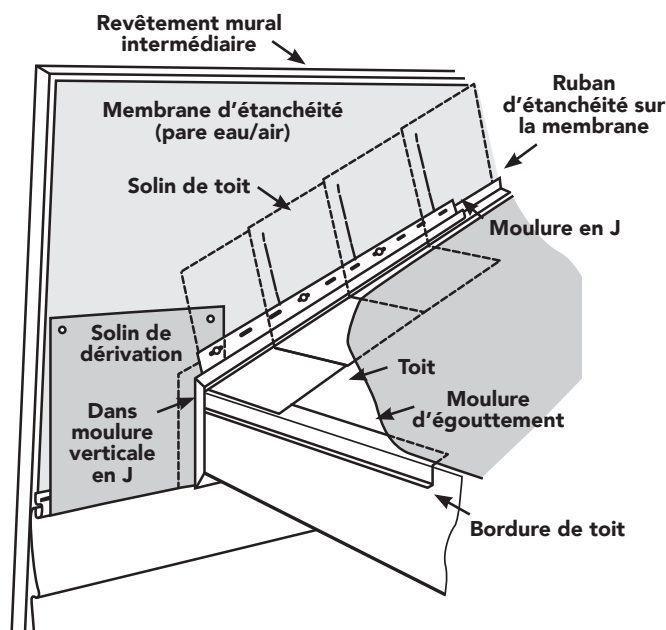

Figure 42
- Faire dépasser la moulure en J de la rive de toit pour assurer un bon ruissellement. Poser au besoin un solin de dérivation; voir les Figures 42 et 43.
- Couper un solin de dérivation dans une feuille d'aluminium; veiller à ce qu'il recouvre la bride de clouage du dernier rang complet (Figure 42). Loger le solin de dérivation dans la poche de réception de la moulure en J verticale et derrière la moulure en J de la rive du toit, le long de celle-ci pour un écoulement des eaux optimal.